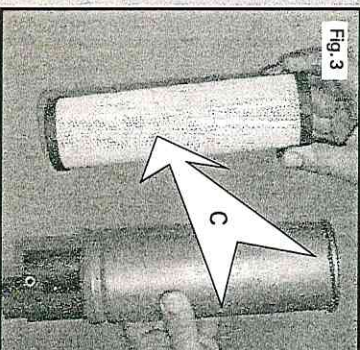

Fig. 3
- Desplace el alternador para que tenga un movimiento de 7 a 10 mm en la correa de accionamiento (Fig. 3 (C)). (Deje de 5 a 8 mm si la correa es nueva.)